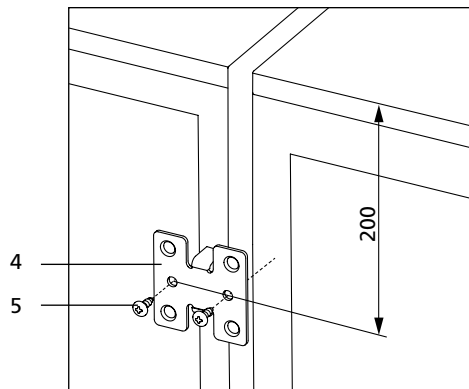

Figura 6
2.4.1 Pentru a instala două bracketuri 4 în spatele combinației, în conformitate cu figura 6:
- instalați bracketul 4 între dispozitive, așa cum se arată în figura 6, la o distanță de 200 mm de marginea superioară a dispozitivului și marcați locațiile găurilor pentru fixarea cu șuruburi;